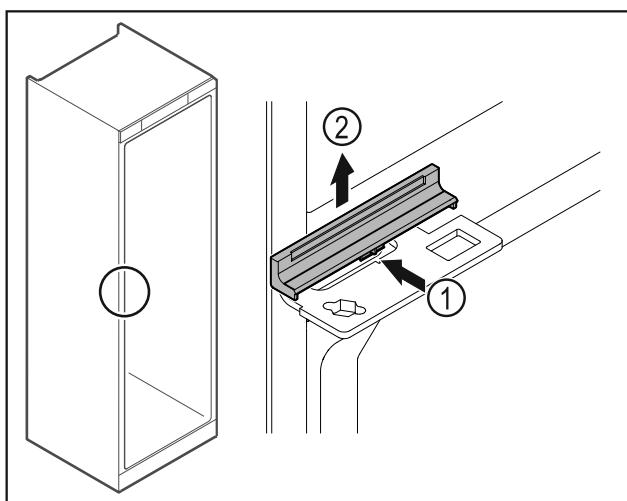

Fig. 43
- Слегка надавите на крышку по центру Fig. 43 (1) и снимите ее движением вверх Fig. 43 (2).